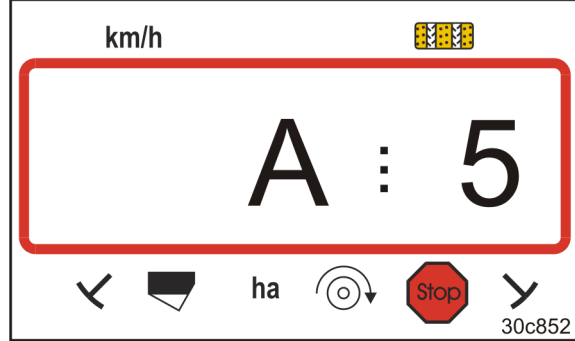

Fig. 38
- Gösterge (Fig. 38) görüntülenir